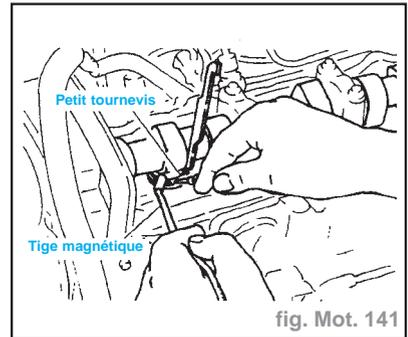

fig. Mot. 141
- Veiller à ne pas endommager la surface de la came avec l'outil spécial (B).
- Déposer l'outil spécial (A).
- Déposer la cale de réglage à l'aide d'un petit tournevis et d'une tige magnétique (fig. Mot. 141).